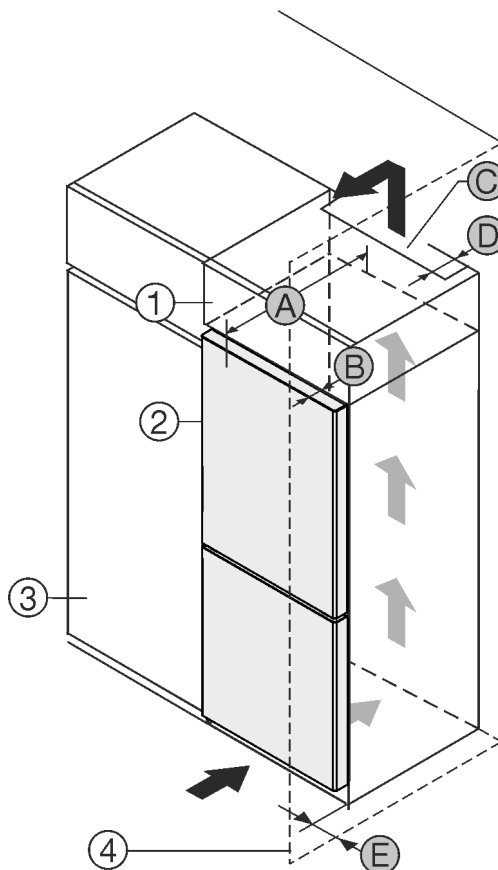

Fig. 1
Uređaj možete postaviti neposredno pored kuhinjskog ormara *Fig. 1 (3)**.
Na stražnjoj strani visećeg ormara treba postojati otvor za odzračivanje dubine *Fig. 1 (D)* po cijeloj širini visećeg ormara.*
Ispod stropa prostorije treba poštovati ventilacijski presjek *Fig. 1 (C)**.
Kada se uređaj postavlja s okovima pored zida *Fig. 1 (4)*, razmak između uređaja i zida mora iznositi najmanje 13 mm.*
Kada se uređaj postavlja s okovima pored zida *Fig. 1 (4)*, razmak između uređaja i zida mora iznositi najmanje 20 mm.*
Kako biste vrata mogli potpuno otvoriti, uređaj mora biti za dubinu vrata *Fig. 1 (B)* ispred u odnosu na prednjicu kuhinjskog ormara. Ovisno o dubini kuhinjskih elemenata *Fig. 1 (3)* i uporabi zidnih odstoynika, uređaj može i dalje stršati.*